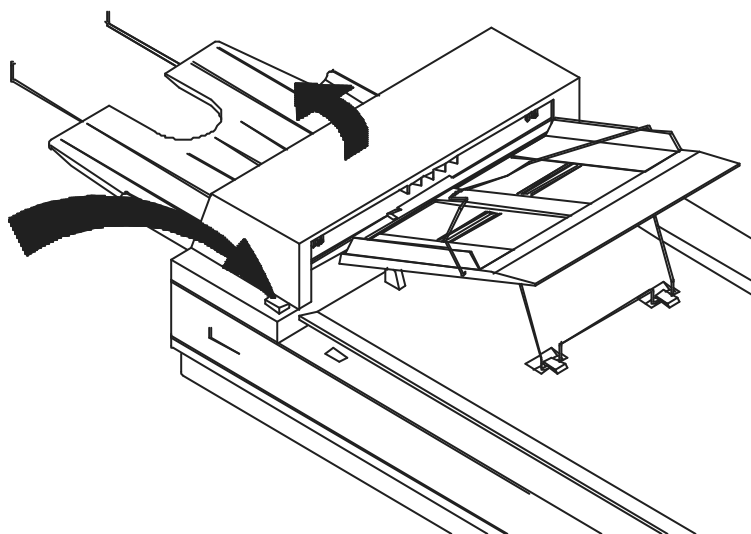

Figura 5.1 Forma de abrir el escáner, en un atasco
2. Presione el botón que está en la parte superior del ADF, tal como se puede ver en la Figura 5.1.